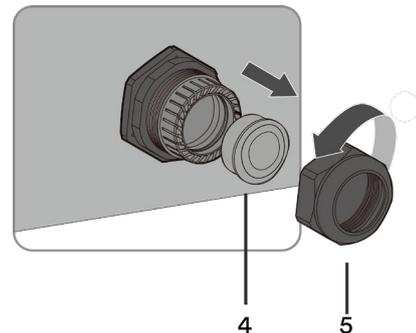

Abb. 51. Kabelverschraubungen für Kommunikationskabel
2. Lösen Sie die Kabelverschraubung für den Anschluss der Kommunikationskabeln (siehe Abb. 51)